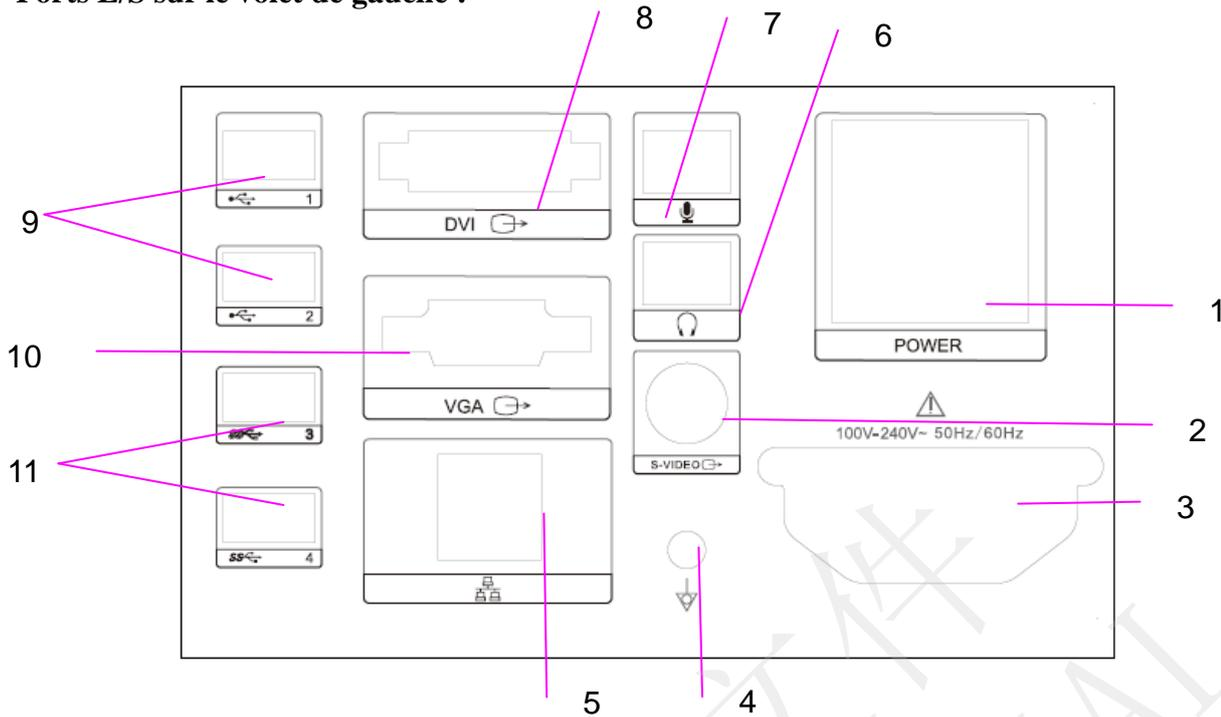

Figure 3-5 Interface des ports E/S
2. Veuillez vérifier les détails des ports E/S sur la Figure 3-5 Ports E/S sur le panneau arrière.